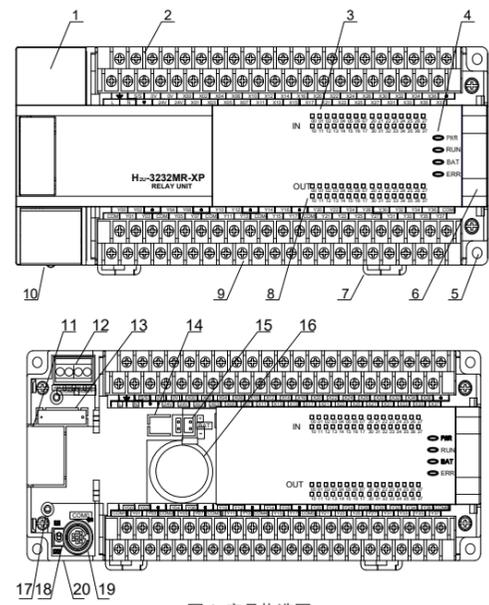

图1 产品构造图
- 为防止机器内部温度过热，请采用正常的壁挂方式安装，如图1右图所示。要求上下留有300mm以上空间作为散热空间。